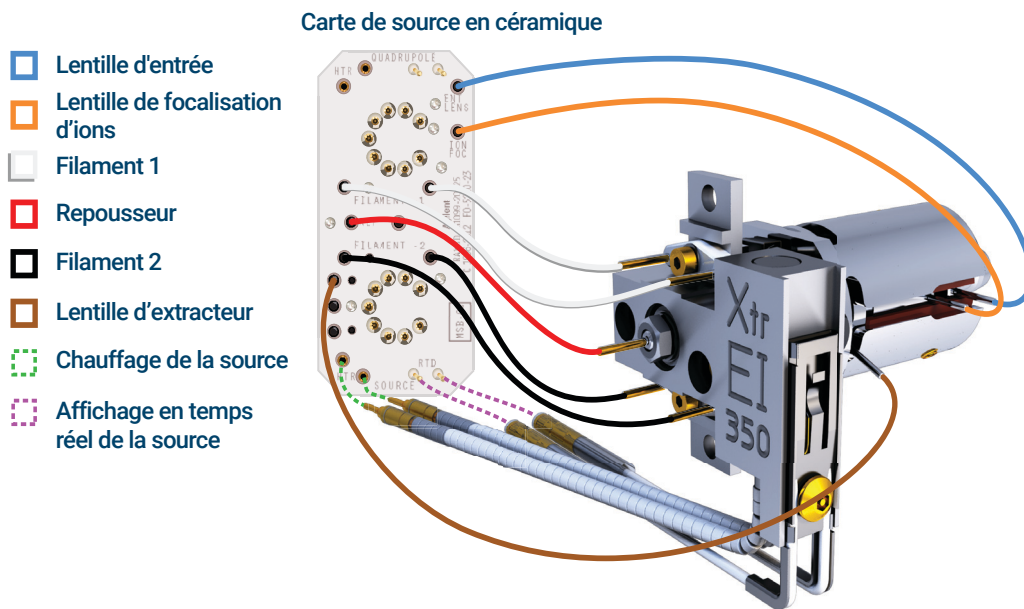

Figure 51. Câblage de la source EI XTR
- 2 Utiliser des brucelles ou une pince pour brancher ou débrancher les fils du chauffage de la source au niveau de la carte de la source en céramique (CSB). (Voir **Figure 51**.)